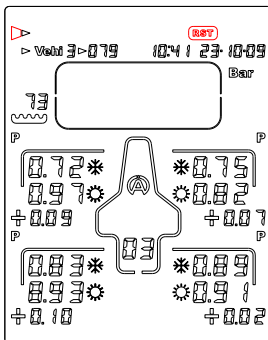

Figure 14
- 1) With the help of the buttons , select the icon « **RST** » (figure 14)